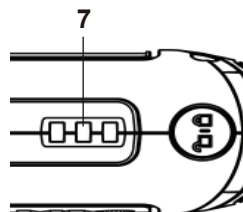

Fig. 3
Luminile indicatoare (7) indicând starea bateriei după cum urmează (Fig.3):